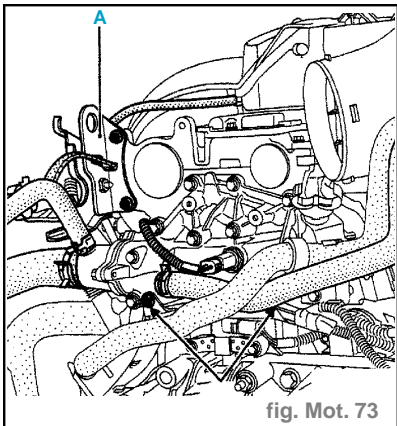

fig. Mot. 73
- pour vérifier s'il faut les réamorcer, appuyer sur le haut de la butée en (A) avec le pouce, s'il y a un enfoncement du piston de la butée, plonger celle-ci dans un récipient plein de gazole puis les remonter (fig.Mot. 73).